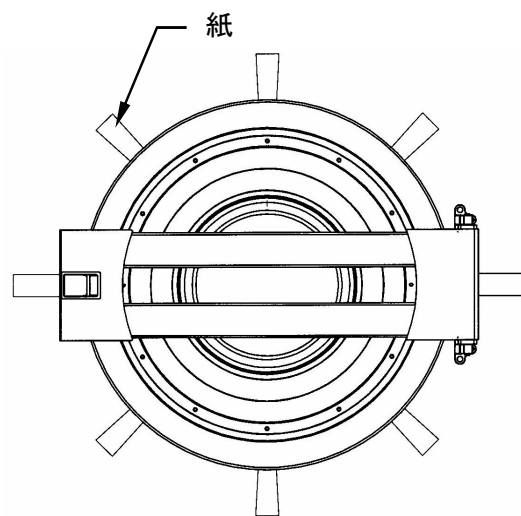

図 8-10
- ・紙を(図 8-10)の様に水分を十分拭き取られたドアパッキンとドア口金の間に挟み、ドアを閉めます。